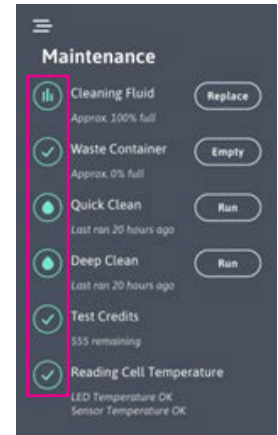

Abbildung 21
Das Menü „Wartung“ bietet ein „Dashboard“ für die benutzerbezogenen Funktionen des miniSED. Die runden Symbole mit dem grünen Häkchen geben an, dass die jeweilige Kategorie innerhalb der voreingestellten Beschränkungen liegt. Wenn eine miniSED-Kategorie sich dieser voreingestellten Beschränkung nähert, wird das runde Symbol gelb angezeigt. Dies bedeutet, dass Sie bald handeln müssen. Wenn die Beschränkung für eine Kategorie überschritten ist, wird das Symbol rot angezeigt. Sie müssen handeln. Die in Abbildung 21 angezeigten Symbole und ihre Bedeutung von oben nach unten lauten:
1. Wenn Sie in den Kategorien „Reinigungsflüssigkeit“ und „Abfallbehälter“ die Schaltfläche „Ersetzen“ auswählen, wird der Zähler zurückgesetzt (Abbildung 21).